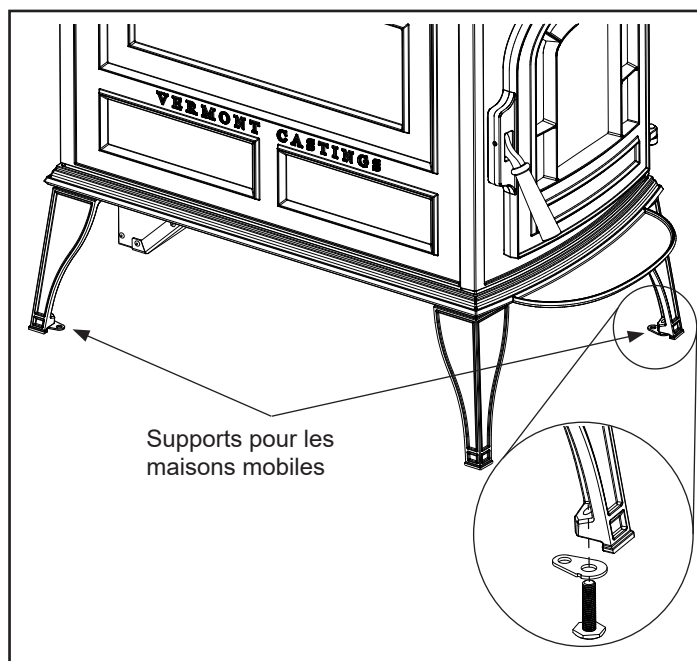

Figure 6.1
1. Le poêle doit être solidement fixé de façon permanente au sol à l'aide des boulons et des vis de fixation pour maison mobile fournis ou de tire-fonds (non fournis). **Remarque :** Les supports pour maison mobile s'installent entre le niveau de pied et le pied moulé (figure 6.1).